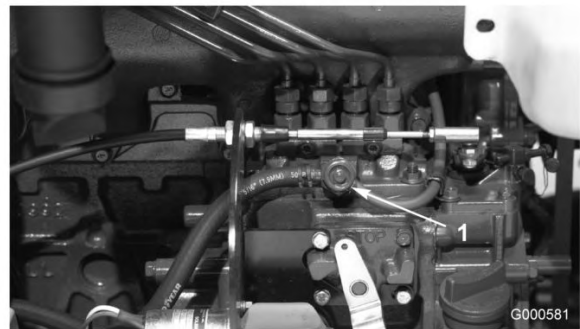

Figura 40
3. Aprite la vite di spurgo dell'aria, situata sulla pompa di iniezione del carburante (Figura 40).